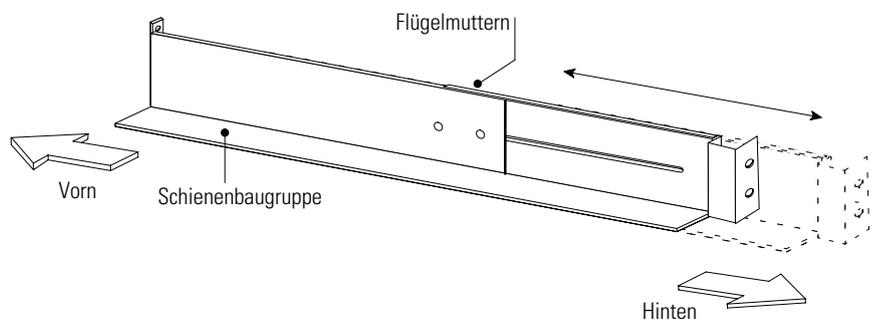

Abbildung 9. Anpassen der Schienenlänge
1. Die Flügelmutter an beiden Schienen lösen und die Schienen an die Tiefe des Racks anpassen (siehe Abbildung 9).